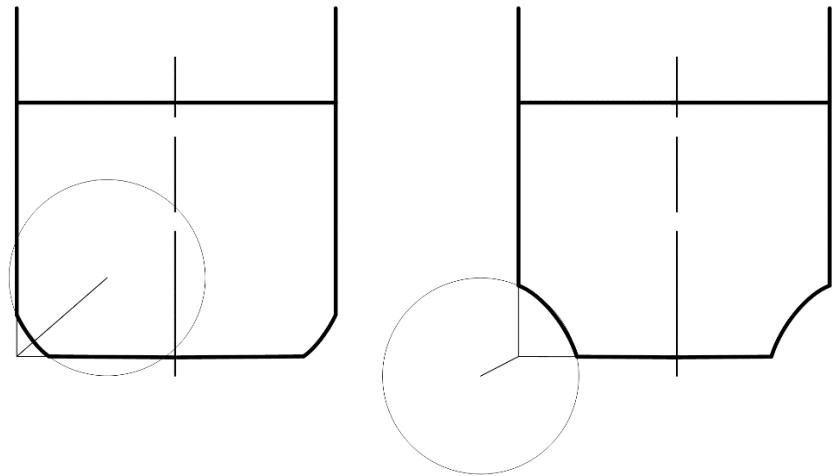

Рисунок 40 – Знак кривизны среза для внешнего угла между образующими
1) Для внешнего угла между образующими конусов (Рисунок 40):